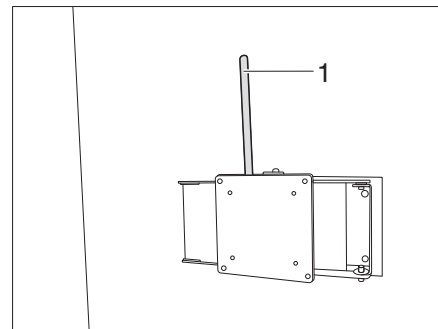

Fig. 134 Supporto con braccio snodato (variante 4)
- Tirare per la leva (Fig. 134,1).
- Riportare la leva (Fig. 134,1) di arresto in posizione iniziale.